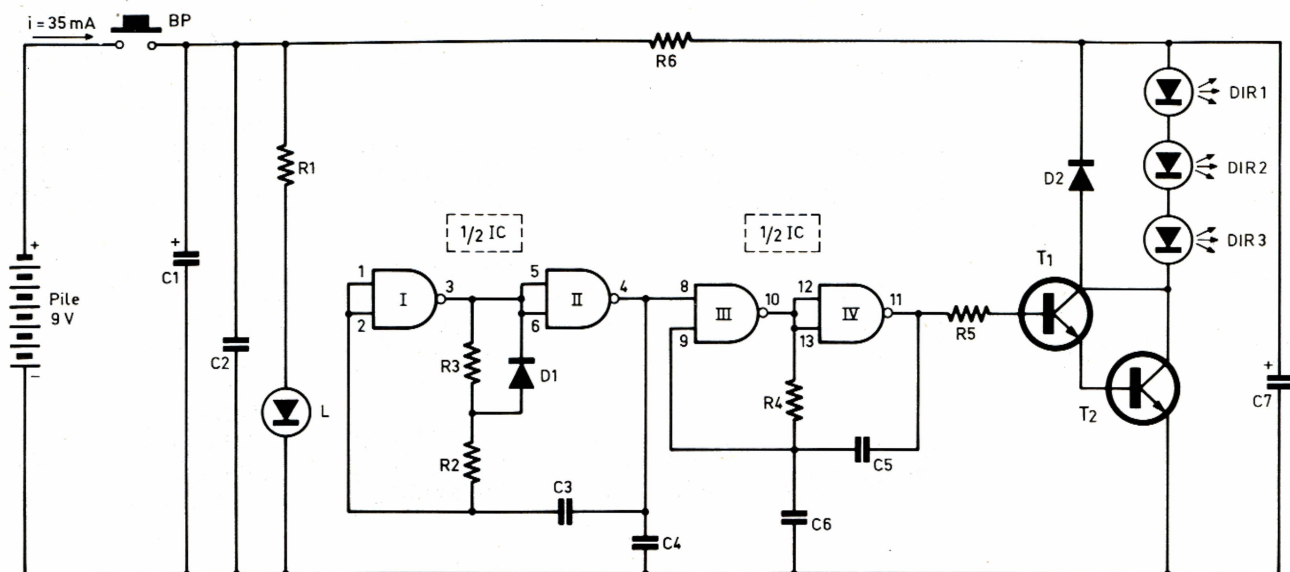

Fig. 2 Schéma de principe de l'émetteur infrarouge.
a) Alimentation (fig. 2).
b) Génération de la basse fréquence (fig. 2)
c) Génération de la fréquence porteuse (fig. 2)
d) Amplification et rayonnement (fig. 2)